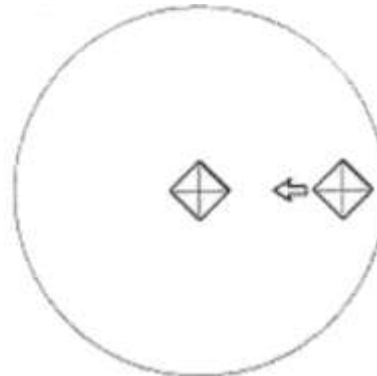

Рис. 40
4) Если укол в правой части поля зрения или вне его, как показано на рис.40.